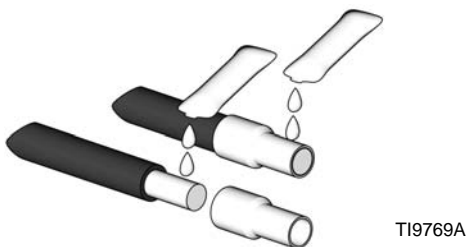

FIG. 8
- c. Retirez la virole et appliquez un inhibiteur d'oxyde sur le câble nu. Consultez la FIG. 8.